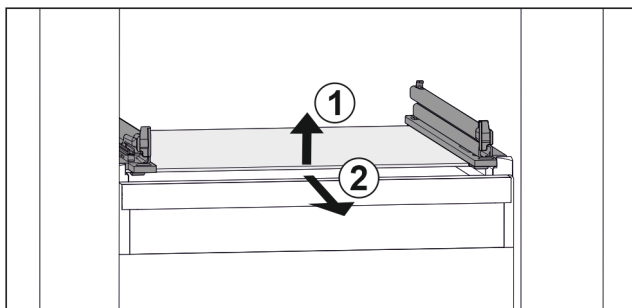

Fig. 35 Примерное отображение стеклянной пластины
- ▶ Приподнимите стеклянную пластину спереди. Fig. 35 (1)
- ▶ Извлеките стеклянную пластину движением вперед. Fig. 35 (2)